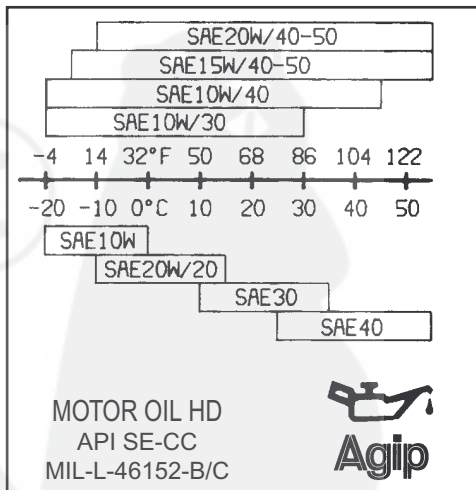

fig. 4
Rimuovere il tappo-asta rifornimento olio (fig. 12) e, con motore in piano, riempire lentamente il carter (fig. 5) con olio della qualità prescritta in fig. 4, fino al traboccamento.
**OGNI 8 ORE:** Controllare il livello olio nel carter con il motore in piano (fig. 12). Eventualmente rabboccare con olio della qualità prescritta in fig. 4
Remove the dip-stick (fig. 12) and, when the engine is level, slowly fill the oil sump (fig. 5) with high quality oil as in fig. 4, until it comes out from the dip-stick hole.